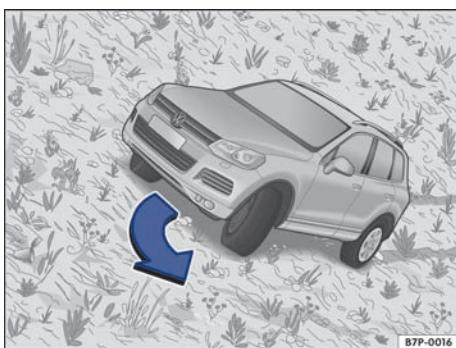

图 228 朝倾斜线转向
如果汽车有翻倒趋势，应立即向“倾斜方向”转向并略微踩下油门踏板 → 图 228。如果无法向倾斜线方向转向，则转向上坡方向并略微踩下油门踏板。
- 在斜坡上倾斜行驶之前，确保能够向倾斜线方向转向。如果无法做到，则选择另一条路线。如果汽车有翻倒趋势，应立即向倾斜线方向转向并略微踩下油门踏板 → 图 228。